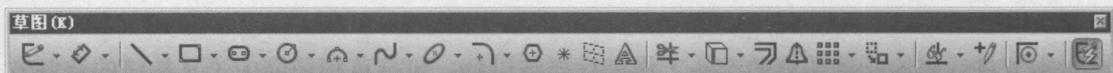
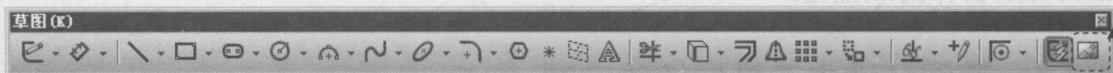

图 1.1.2 添加快捷命令按钮前
图 1.1.3 添加快捷命令按钮后
Step4. 此时可根据需要，将快捷按钮直接拖曳到图 1.1.2 所示的“草图 (K)”工具栏中，结果如图 1.1.3 所示。